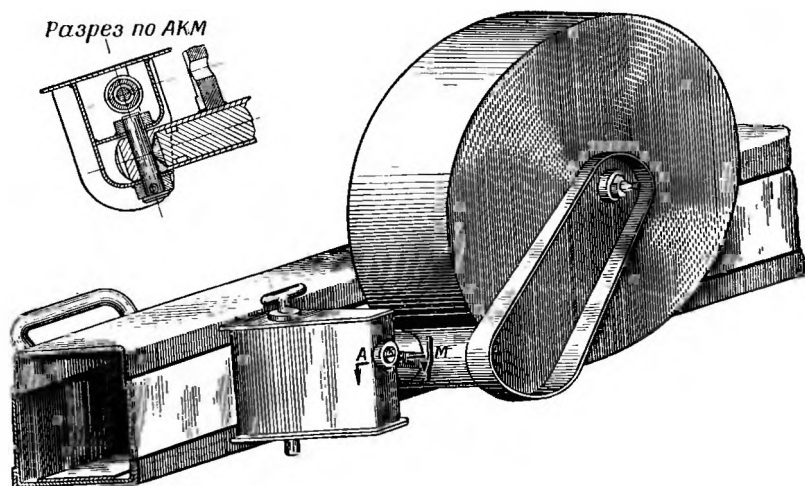

Рис. 54. Подхоботовой каток (С628) — вид сзади
**Подхоботовой каток.** При перекатывании пушки вручную подхоботовая часть станин опирается на каток (рис. 54 и 55).